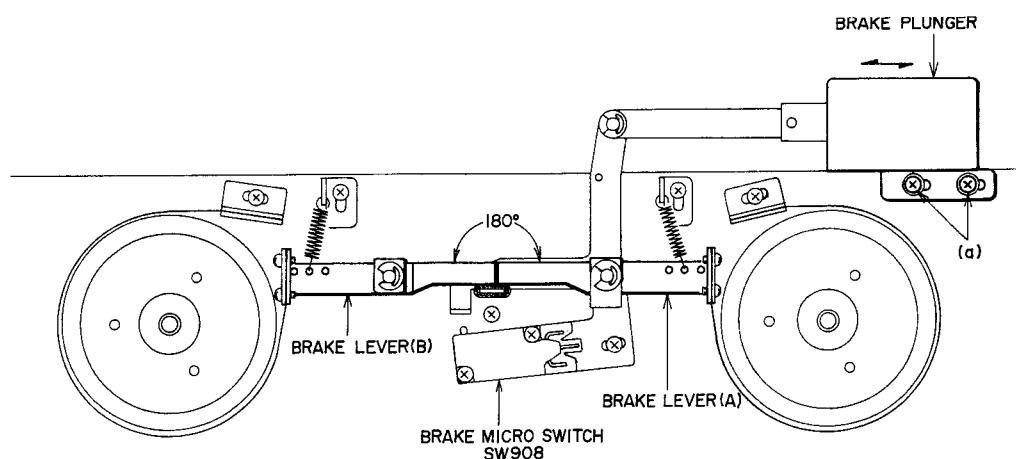

Fig. 13
4. BRAKE PLUNGER INSTALLATION POSITION ADJUSTMENT (Refer to Fig. 13)